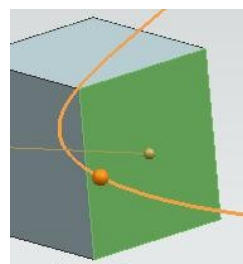

рис.48
- **Гранью твердого тела** (рис.48)